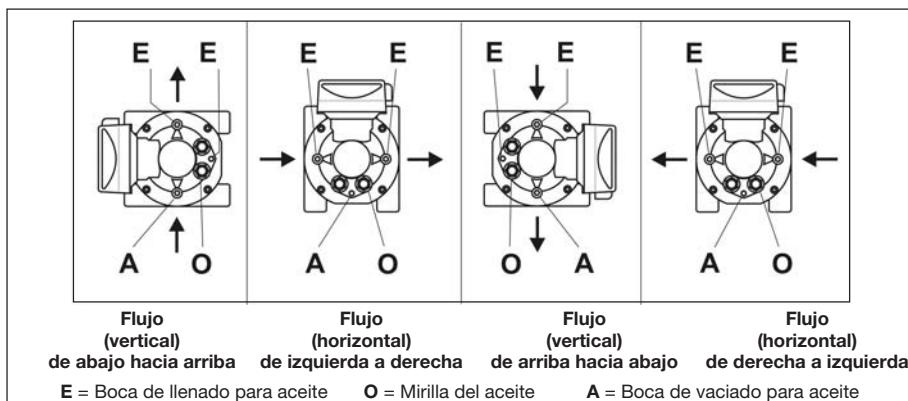

Figura 6: Posiciones de utilización permisibles, llenado del aceite e indicador del nivel de aceite en tipo RVG
- Se dispone de tres orificios para el llenado o vaciado del aceite y de dos mirillas de aceite en la cara delantera y (opcional) en la cara trasera del contador (figura 6).
- Desenrosque el tornillo de entrada (E, figura 6) en la tapa delantera del cuerpo.
- Retire un tornillo de entrada (E) en la tapa trasera del cuerpo, así podrá fluir mejor el aceite en la cámara de aceite trasera.